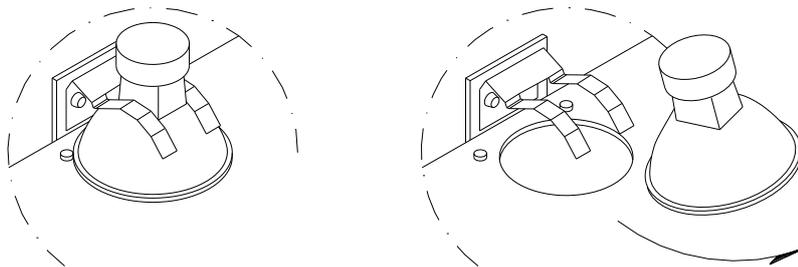

Figura 21 – Sfilare la lampada
- Sfilare la lampada dalla sua base come mostrato in Figura 21